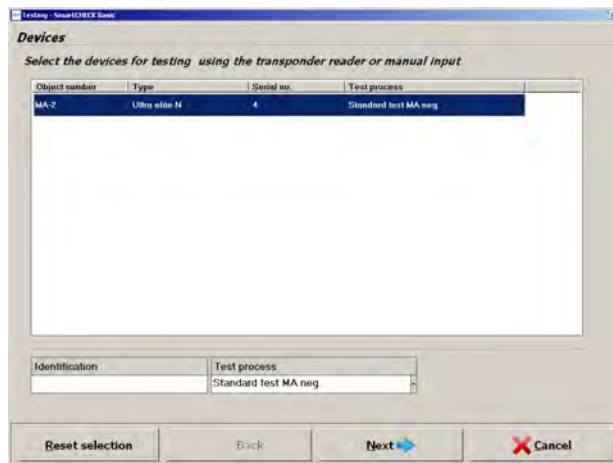

Bild 18 Auswählen eines Geräts zur Prüfung
- Nächste Prüfung [es kann ein weiteres Gerät zum Prüfen ausgewählt werden, → Abb. 18]